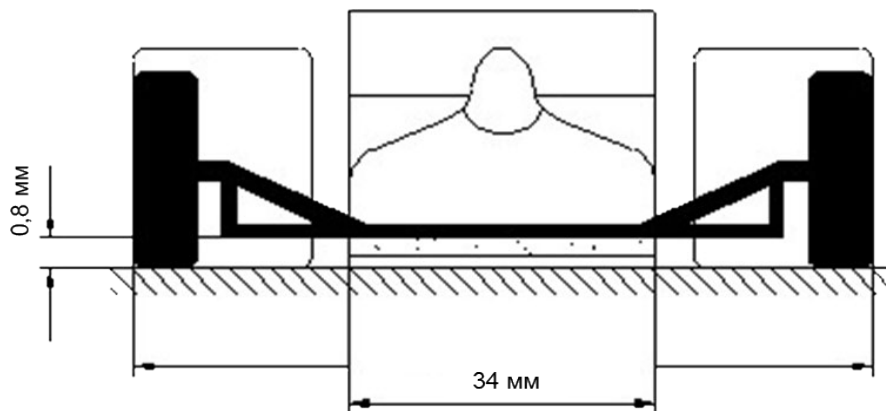

Рисунок 4.
- ширина передней части шасси, за исключением стоек передних колёс не более 34 мм (см. рис.4);
- клиренс под стойками передних колёс не менее 0,8 мм (см. рис.4);